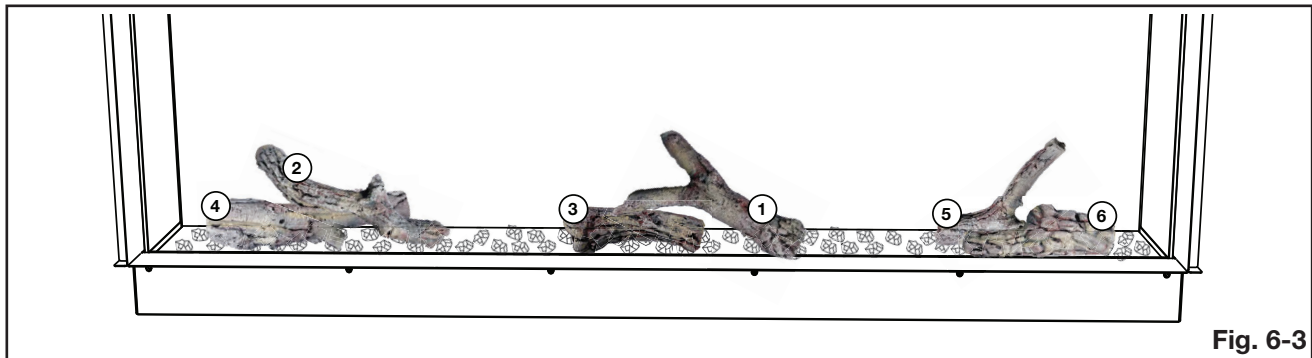

Fig. 6-3
3. Placez les bûches de bois flotté au dessus des cristaux petits (voir **Fig. 6-3 et 6-4** pour l'emplacement recommandé pour les bûches) **OU** placez les cristaux grands au dessus des cristaux petits.